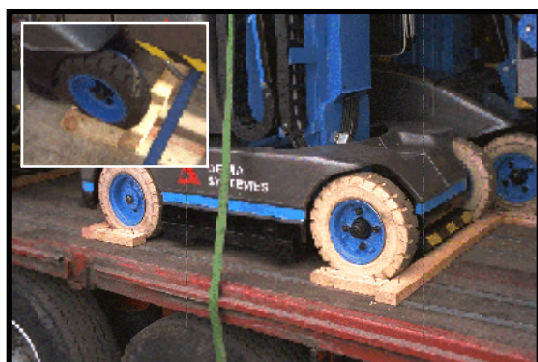

Fig. 1 - Calage de l'appareil.
- Caler et sangler correctement l'appareil sur le plateau du véhicule (Fig. 1 et 2).
- Bloquer les roues avec des coins et des tasseaux de bois dans les deux sens (Fig. 1).